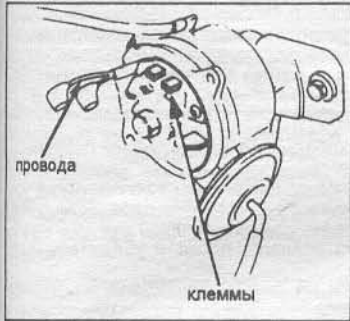

Рис. 8.2. Контроль сопротивления прерывателя между клеммами (фирма HITACHI).
2. Снимите провода прерывателя (см. рис. 8.2).